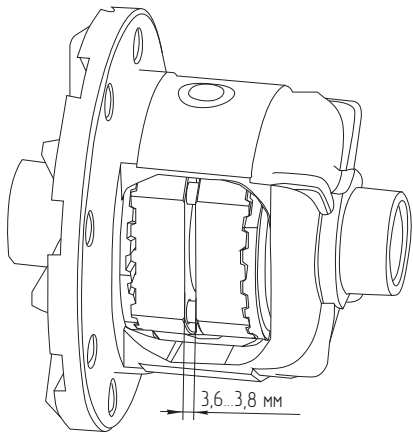

Рис. 5
14. Используя набор плоских щупов, измерьте зазор между муфтами, как показано на **Рис. 5**. Зазор должен составлять от 3,6 до 3,8 мм.